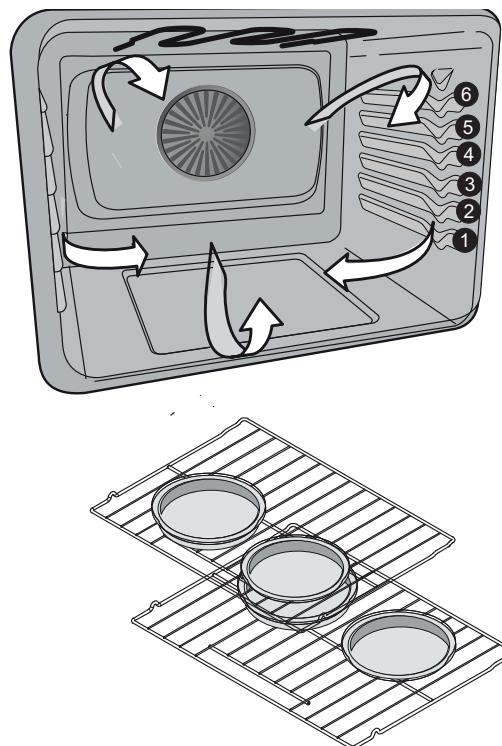

Figure 9 : Positions de rack et placement de panoramique
- Lorsque vous faites cuire des gâteaux à l'aide de deux grilles, placez les ustensiles de cuisson aux positions 1 plat et 4 plat ou 3 Glisse et placez les ustensiles de cuisson comme indiqué sur la Figure 9.